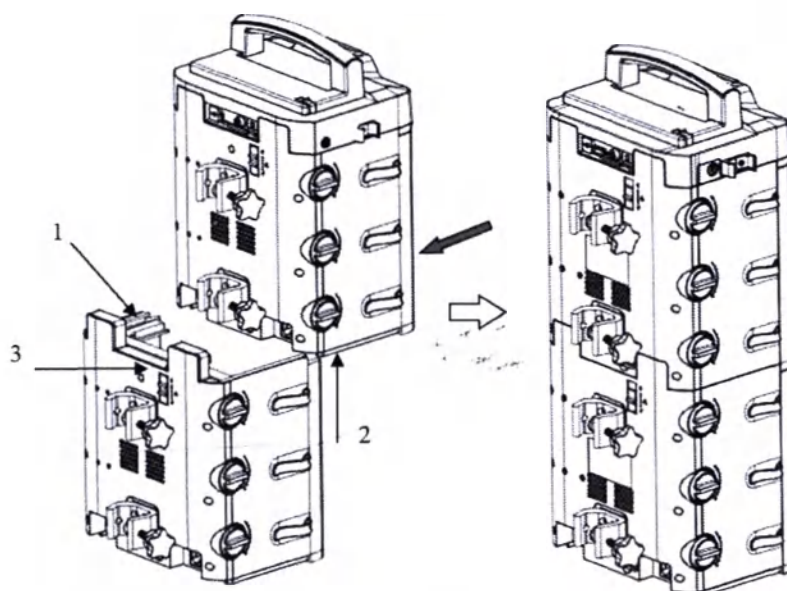

Рис. 15. Установка дополнительного коммуникационного модуля.
Убедитесь, что фиксатор (3) на присоединяемом коммуникационном модуле установлен в нижнее положение. Совместите паз (1) присоединяемого коммуникационного модуля и направляющую (2) коммуникационного модуля стыковочной станции. Далее присоедините коммуникационный модуль к стыковочной станции и переместите фиксатор (3) в верхнее положение, для фиксации соединения, как показано на рис. 15.